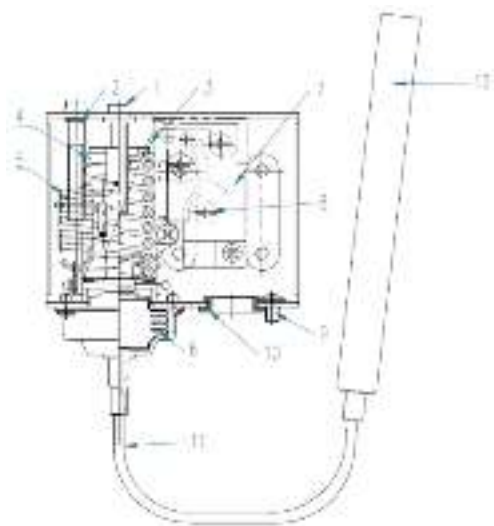

Рис. 3.1. Устройство реле температуры
- поверните с помощью крестовой отвертки винт настроечного шпindеля 1 (рис.3.1)